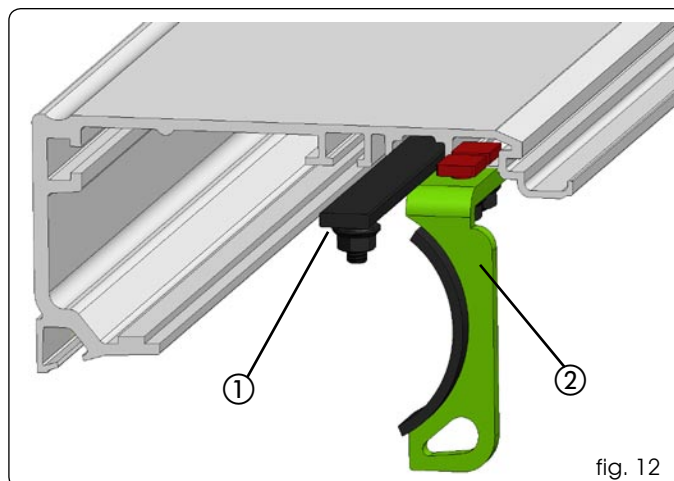

fig. 12
⚠ Attenzione : l'asta con tiranti e anello motore devono essere montati sempre all'inizio del montaggio traversa . Nel caso dell'asta modulo motore non sia stata montata in sostituzione si possono montare i piastrini con le viti per fissare il modulo elettronica. Inserire lateralmente l'asta con tiranti per montaggio modulo elettronica e anello motore sul profilo di sostegno fig.12 ① ②